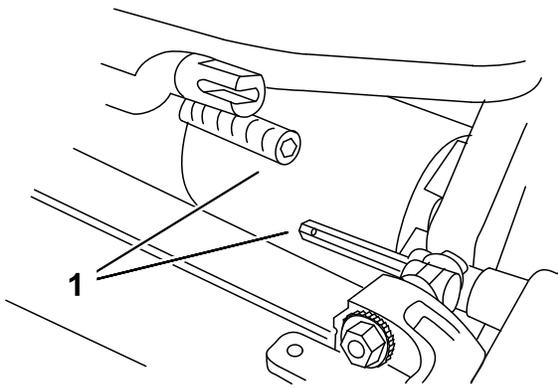

図 6
3. Cuttingユニットをトラクションユニットの下に押し込み、次に左に押ししてトランスミッションのカップリングに接続する **図 6**。